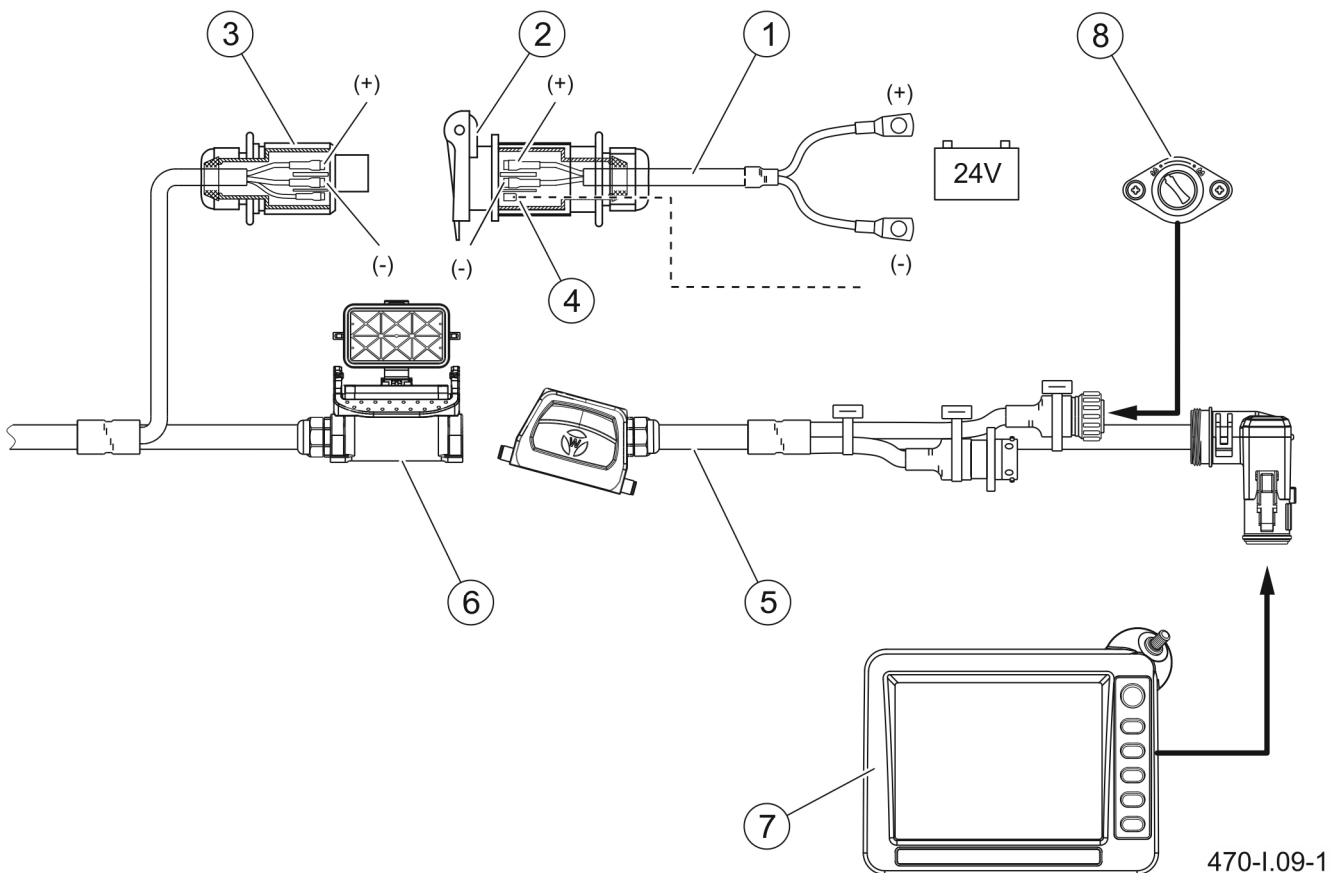

РИСУНОК 4.8 Підключення електричної системи
- Під'єднати проводи пучка живлення (1), оснащеного 3-контактним роз'ємом (2), до акумуляторної батареї ТЗ (24В). Під'єднати червоний провід до позитивного полюса (+), а чорний – до негативного полюса (-) (РИСУНОК 4.8).
- До контакту (4), розташованого в 3-контактному гнізді (2), подається сигнал швидкості автомобіля (РИСУНОК 4.8).
- Вставити штекер (3) в роз'єм (2) пучка живлення (1). Контакт 82 штекера повинен бути підключений до контакту сигналу швидкості автомобіля (4) (РИСУНОК 4.8).
- Під'єднати головний вимикач панелі керування (8) до роз'єму дисплея (5) (якщо він не підключений) (РИСУНОК 4.8).
- Підключити панель керування (7) до роз'єму живлення (5) (РИСУНОК 4.8).
- Під'єднати провід дисплея (5) за допомогою 10-контактного штекера до 10-контактного роз'єму (6) джерела живлення розкидача піску (РИСУНОК 4.8).